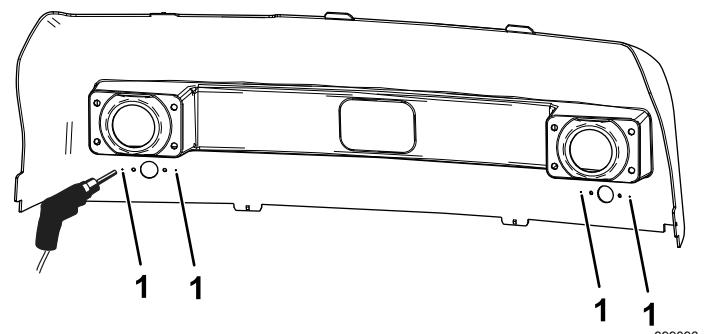

Figura 22
- All'interno del cofano, individuate i 4 accanto ai fori delle luci di direzione e praticate fori dal diametro di 6 mm come illustrato nella Figura 22.